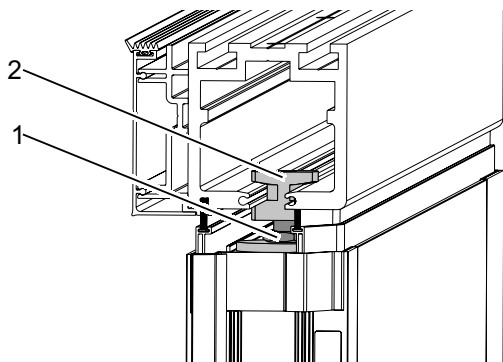

Abb. 12: Festteilverhalterung fixieren
6. Feststellschrauben (Abb. 12/1) an den Festteilverhalterungen (Abb. 12/2) leicht verdrehen, bis die Festteilverhalterung fixiert ist.